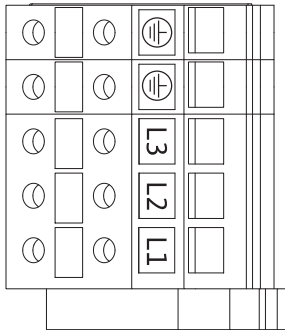

Fig. 26: Zaciski mocy (zaciski przyłącza sieciowego)
- Zaciski mocy (zaciski przyłącza sieciowego) (Fig. 26)